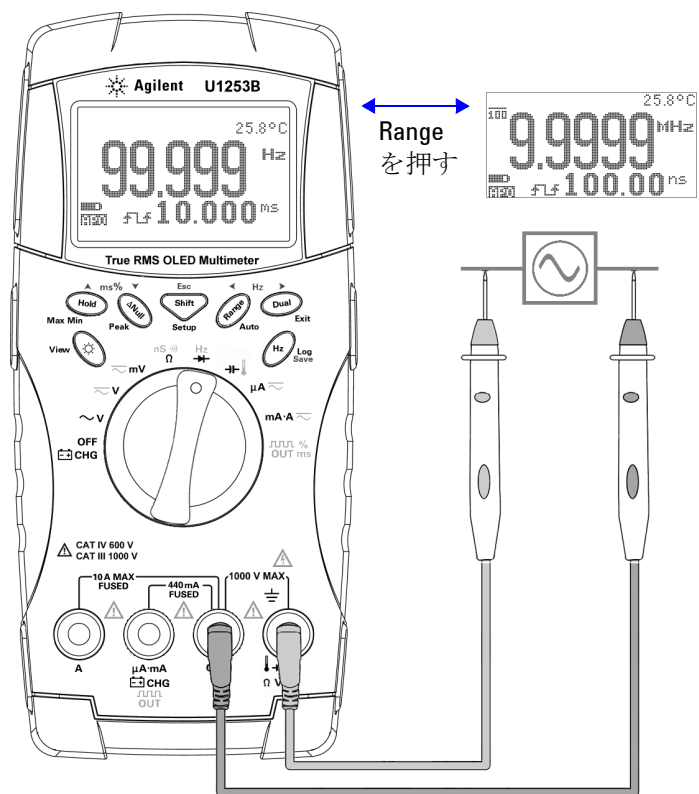

図 2-6 周波数の測定
- 3 赤と黒のテスト・リードをそれぞれ入力端子 **V (赤)** と **COM (黒)** に接続します (図 2-6 (39 ページ) を参照)。